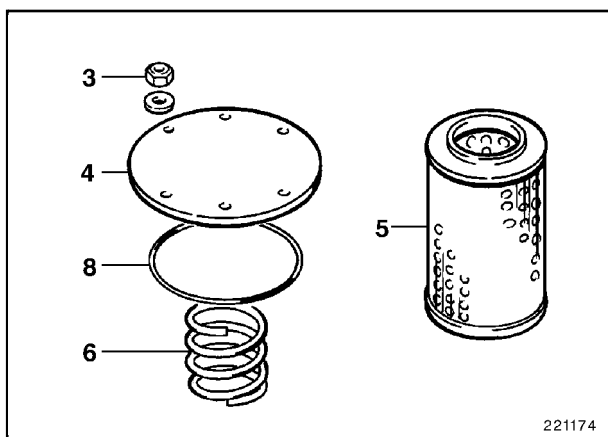

Fig. 5
- Desmontar las tapas (4, Fig. 5) conforme a lo descrito en el capítulo "Rellenar aceite hidráulico".
- Sacar los filtros de retorno (5) de la cámara de filtros. Descontaminar los filtros separados de los demás desperdicios y de manera no perjudicial para el medio ambiente.
- Montar la tapa (4) con el anillo obturador nuevo (8) y el muelle (6). □